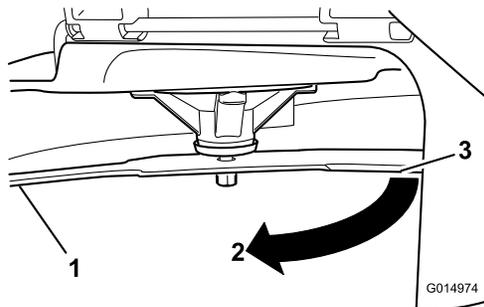

Figura 63
3. Segunda distância medida entre a lâmina e a superfície (B)
4. Rode a mesma lâmina 180 graus para que a extremidade de corte oposta fique na mesma posição (**Figura 63**).